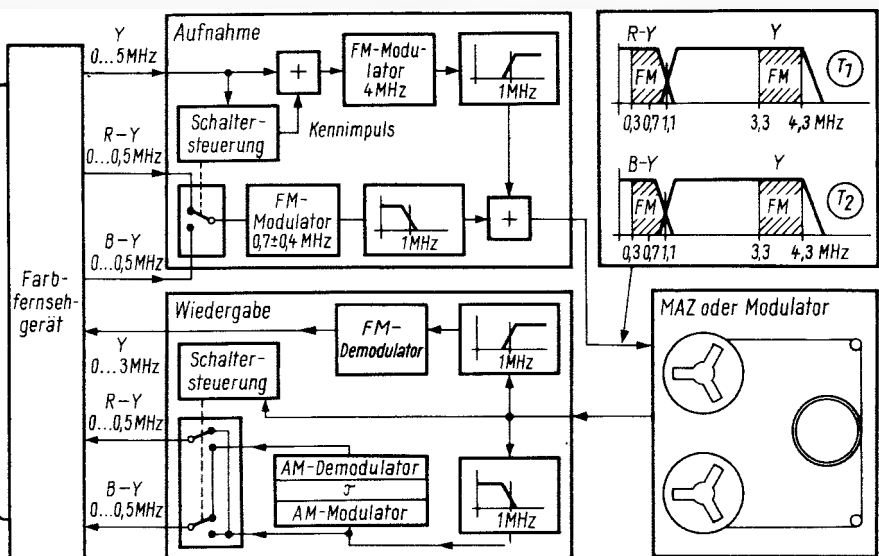

Bild 6. Prinzip einer weiteren Variante zu Bild 4. $Y + (R-Y) \leftrightarrow Y + (B-Y)$
2. Die Farbdifferenzsignale liegen unterhalb des geträgerten Luminanzsignals. Bild 6 zeigt eine Möglichkeit dieses Verfahrens. Bei der Aufnahme wird das Y-Signal von beispielsweise 5 MHz Bandbreite zunächst auf einen FM-Modulator auf z. B. 4 MHz Trägerfrequenz